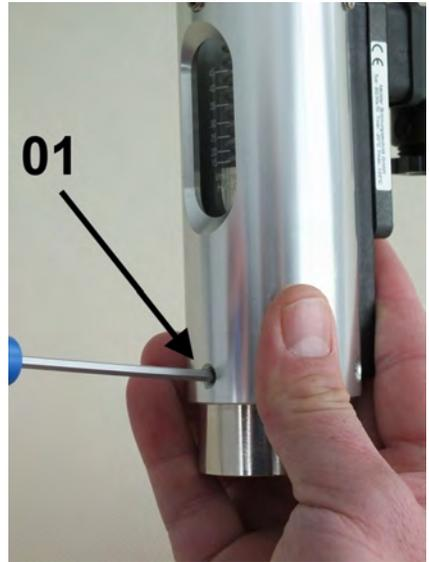

Abb. 46: Verschraubung (Eingang) befestigen
9. ➤ Verschraubung (Eingang) mit 3 Gewindestifte mit Innensechskant (Abb. 46/01) an der Gerätehülse befestigen, dabei Drehmoment beachten